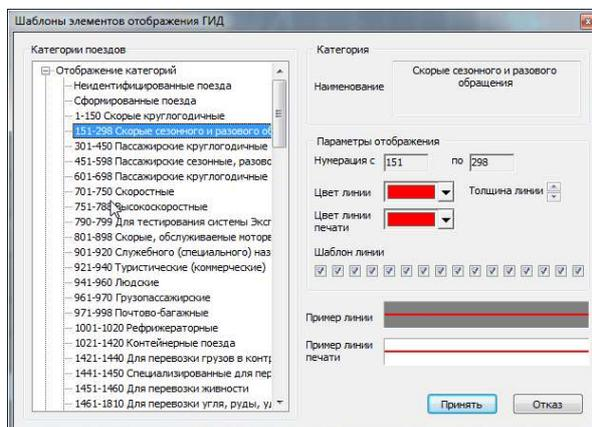

Рис.344. Пример настройки отображения нити.
- Для выбора настраиваемой категории поездов щелкните «мышью» в соответствующем поле раздел «Отображение категорий» (см. рис. 344.).